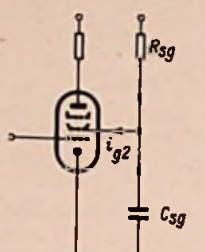

Bild 10. Zum Einfluß der Schirmgitterkombination
Wie der Katodenwiderstand wirkt auch der Schirmgittervorwiderstand gegenkoppelnd. Positive Steuergitterspannung läßt den Schirmgitterstrom ansteigen, dadurch sinkt die Schirmgitterspannung und steuert den Anodenstrom entgegengesetzt wie das Steuergitter. Auch hier kann ein Kondensator eine Speicherfunktion übernehmen (Bild 10). Er braucht nicht so groß zu sein wie C_k , weil der Schirmgittervorwiderstand wesentlich größer als R_k und die Steilheit des Schirmgitters in bezug auf den Anodenstrom wesentlich kleiner ist als die Steilheit der Katode. Grenzfrequenz und Dachabfall lassen sich nach Gleichung (7) bzw. nach der Tabelle bestimmen, wenn für R gesetzt wird: